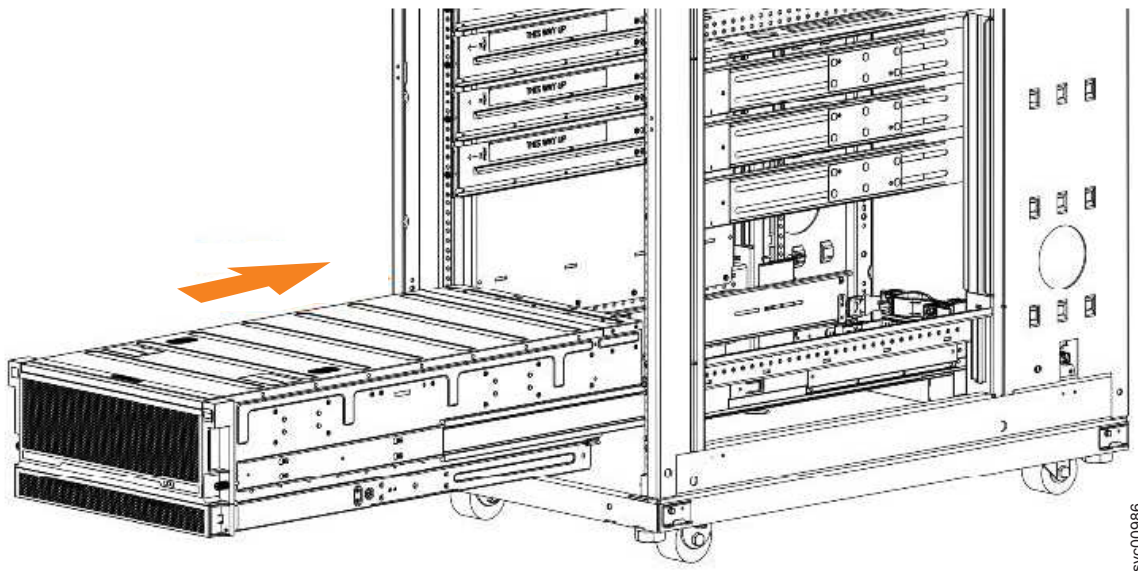

図 60. ラックでのエンクロージャーの取り付けの例
- 拡張エンクロージャーを、ラック内の一番下の位置に取り付けます。図 60 は、例を示しています。